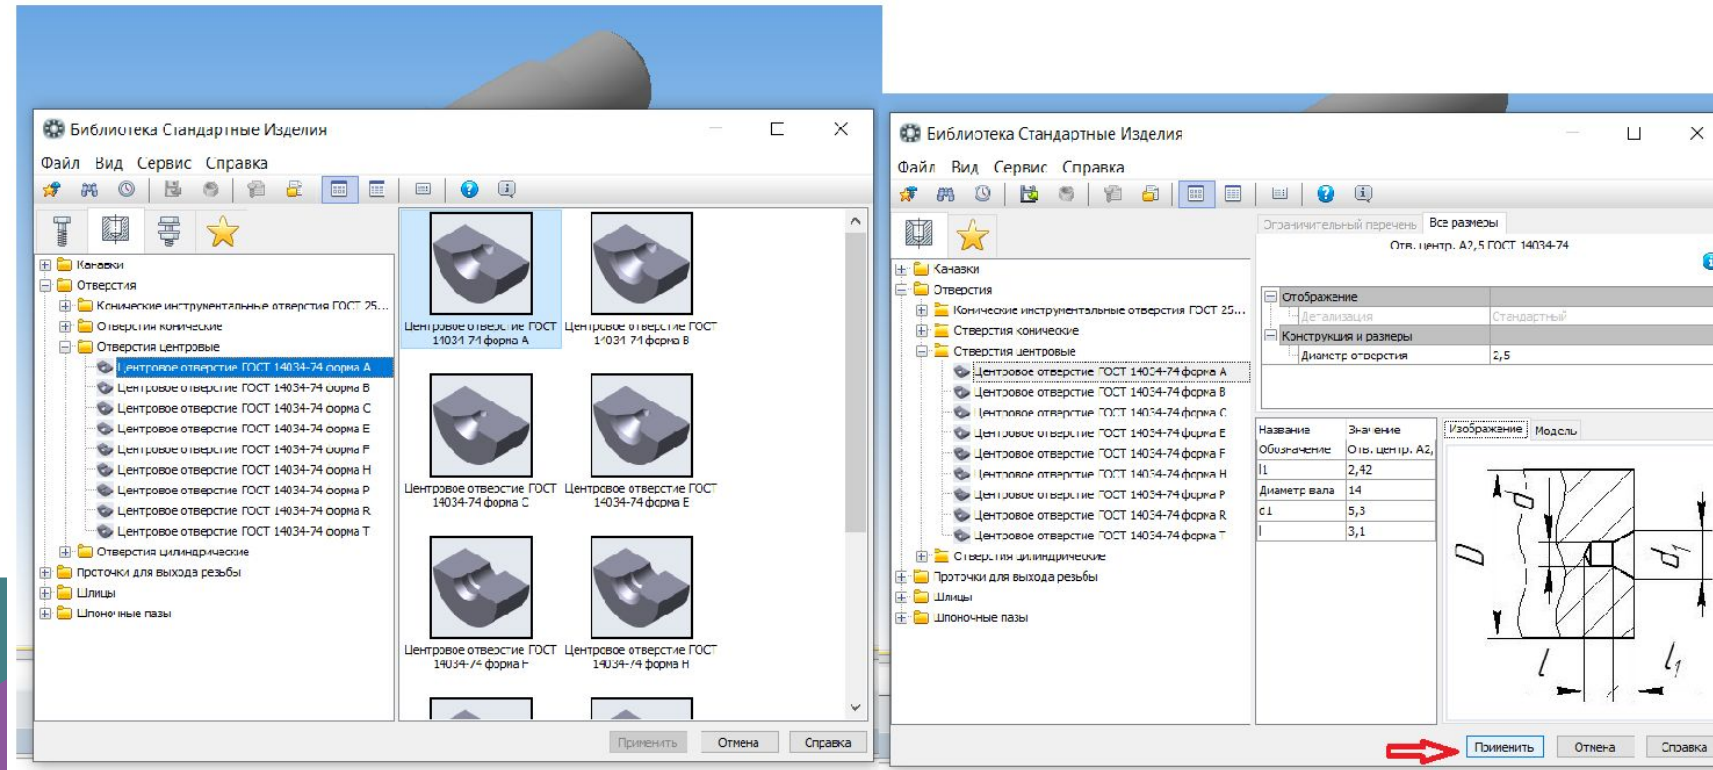

Рисунок 3.13 – Поиск центрального отверстия в библиотеке стандартных изделий
1. Находим в папках отверстий – **Отверстия центровые**, в соответствии с чертежом выбираем ГОСТ и форму А. указываем диаметр (рисунок 3.13).